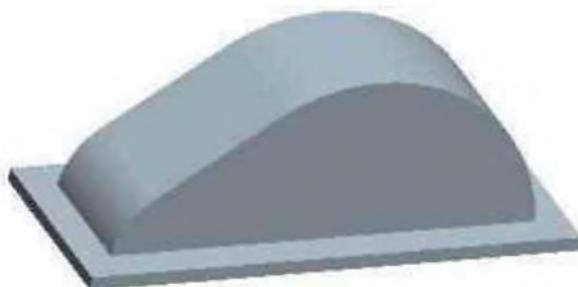

图 2-4
7) 在拉伸界面的“深度”对话框中输入拉伸长度为 12，单击鼠标中键完成顶板实体的绘制，如图 2-4 所示。